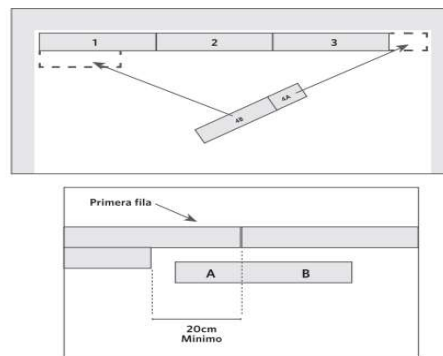

Figura 2
18. Al cortar la última tabla en una fila para encajar, puede usar el extremo de corte para comenzar la siguiente fila, si el extremo cortado mide menos de 30 cm, deséchelo y, en su lugar, comience con un tablón nuevo de forma aleatoria y úselo para iniciar la siguiente fila (figura 2) siempre comience cada fila desde el mismo lado de la habitación cuando esté cerca de una pared, puede usar una palanca para cerrar las juntas laterales y extremas.